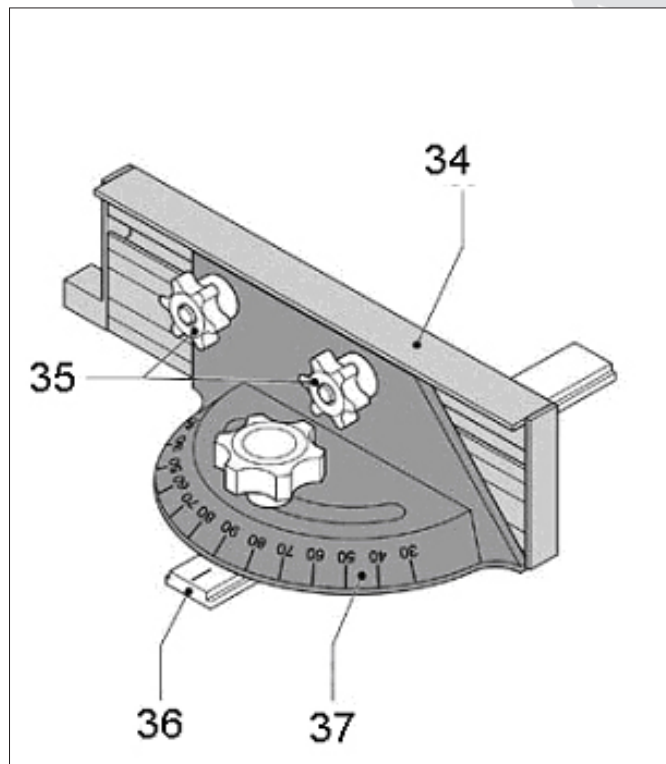

Fig. 9
För in vinkelanlägget (11) i en av skenorna på arbetsbordet. Anläggsskenan (34) ska ställas in så att den går precis fri från sågklingan. Spänn fast anläggsskenan med hjälp av skruvarna (35) enligt vad som visas i Fig. 9.